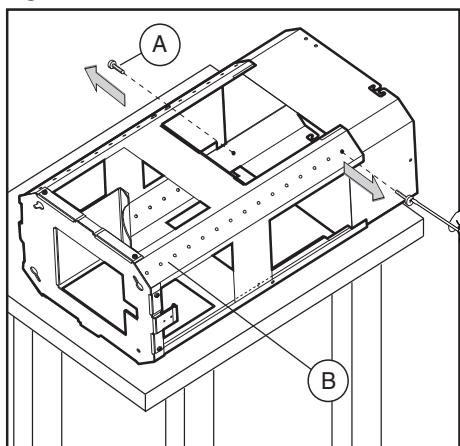

Fig.2
- Prendere la struttura dall'imbocco e togliere le 2 viti **A** per separare la parte superiore da quella inferiore (fig.2).